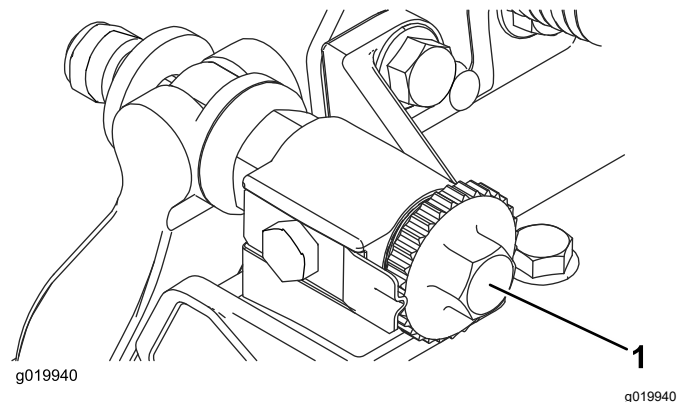

Рисунок 8
- Поверните регулировочные винты планки неподвижного ножа против часовой стрелки, чтобы неподвижный нож не касался барабана (**Рисунок 8**).